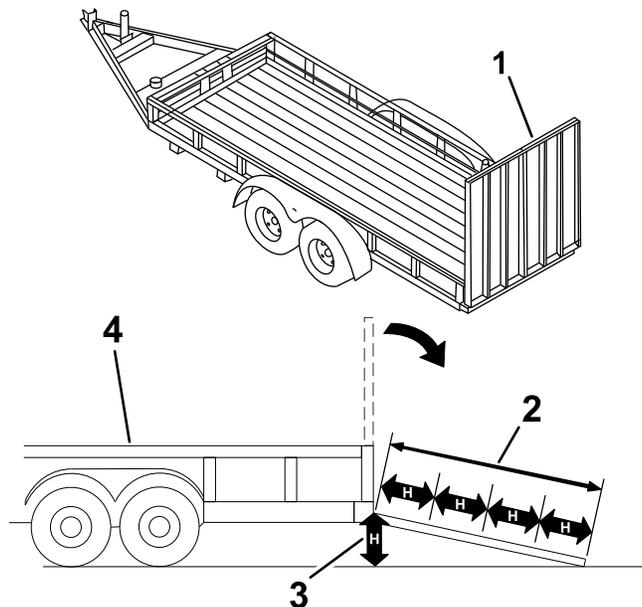

図 22
マシンをトレーラなどに搭載する作業は、機体を転倒させる危険をはらんでおり、万一そのような事故が起こると死亡事故など重大な人身事故となる図 22。
3. ランプ板を下ろす 図 22。